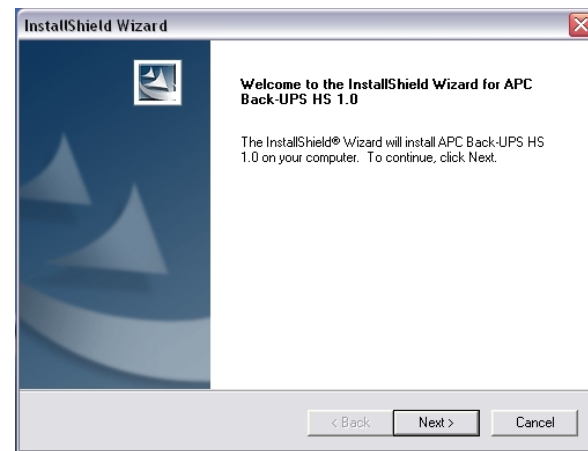

Abbildung 2. Begrüßungsbildschirm des InstallShield-Assistenten
- Nach etwa 4 Sekunden erscheint der **Begrüßungsbildschirm** des Installationsprogramms (Abbildung 2). Um die Installation fortzusetzen, klicken Sie auf **Next** (Weiter). Um die Softwareinstallation abzubrechen, klicken Sie auf **Cancel**.